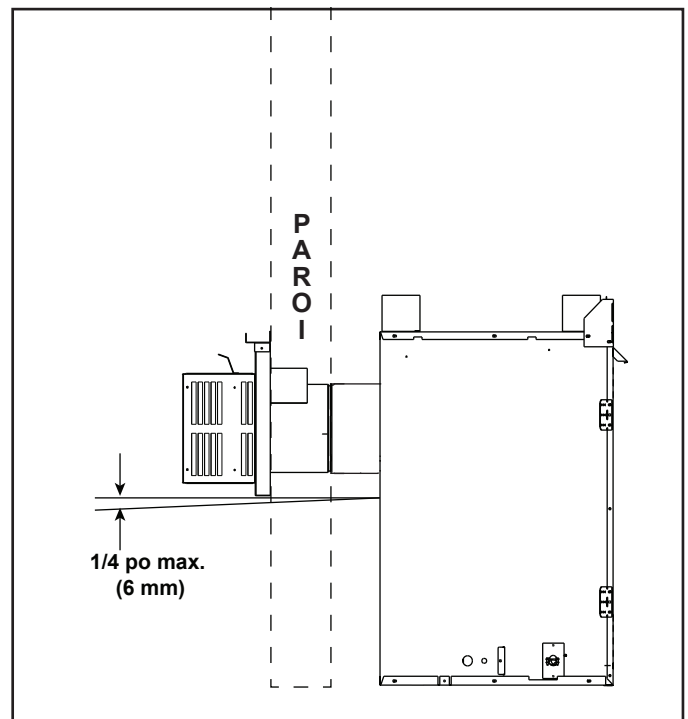

Figure 4.8
- Le chapeau de l'extrémité horizontale devrait avoir une inclinaison vers le bas de 6 mm (1/4 po) afin de permettre à toute humidité dans le chapeau d'être libérée. Voir la Figure 4.8.